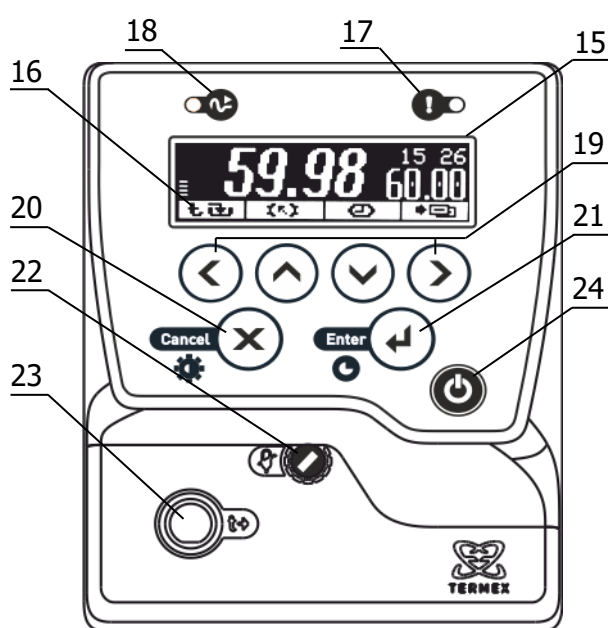

Рисунок 2 – Лицевая панель
Система безопасности блоков регулирования отключает двигатель насоса и нагреватель при срабатывании хотя бы одной из защит или неисправности датчика температуры (1.2.13). При срабатывании системы безопасности раздается звуковой сигнал, загорается индикатор 17 (рисунок 2) и на дисплей 15 выводится информация о причине неисправности.
2.3.1 После подключения сетевого кабеля к электрической сети блок регулирования переходит в режим ожидания. Подключение сопровождается кратковременной подсветкой дисплея 15 (рисунок 2).
2.3.6 Для регулировки яркости подсветки или контраста дисплея нажать кнопку 20 (X), выбрать изменяемый параметр кнопками (▲) и (▼) и установить его значение кнопками (◀) и (▶). Зафиксировать изменение нажатием кнопки 21 (↔) (рисунок 2).
2.7.6 Для выбора уставки в качестве текущей кнопками (▲) и (▼) подвести к ней указатель. Значение отмеченной указателем уставки дублируется крупными цифрами в правой части дисплея. Для подтверждения выбора отмеченной уставки нажать кнопку 21 (←). Для отмены выбора нажать кнопку 20 (✕) (рисунок 2).
2.7.7 Для изменения численного значения отмеченной указателем уставки нажать кнопку (▶). На рамке, обрамляющей значение уставки в правой части дисплея, появятся «засечки», указывающие на изменяемую позицию в численном значении. Цифра в отмеченной позиции мигает. Нажатиями кнопок (▲) и (▼) установить требуемую цифру в отмеченной позиции. Если удерживать кнопку нажатой, значение уставки будет изменяться непрерывно. Нажатиями кнопок (◀) и (▶) переместить отметку изменяемой позиции. Дискретность изменения значения уставки зависит от положения изменяемой позиции: если отмечена позиция десятков, то при единичном нажатии кнопки (▲) или (▼) значение уставки изменится на 10 °С. Если отмечена позиция десятых долей, то значение уставки изменится на 0.1 °С соответственно. Закончить ввод нового значения уставки нажатием кнопки 21 (←). Для возврата к значению уставки до ее изменения нажать кнопку 20 (✕) (рисунок 2).
2.8.3 При срабатывании защиты раздается звуковой сигнал и загорается красный индикатор срабатывания системы безопасности 17 (рисунок 2). Работа насоса и нагревателя будет блокирована. На дисплее отобразится текущее состояние системы защит.